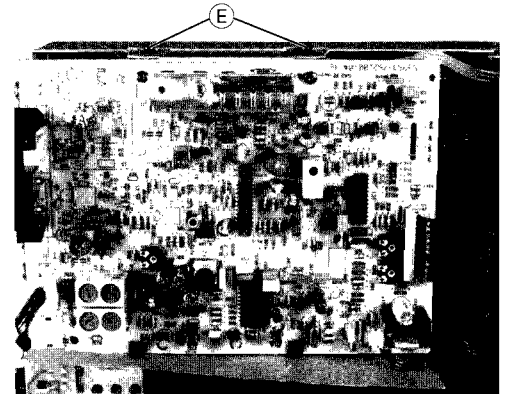

Fig. 3
- Zum Ausbau der Halterung (D) die 2 Schrauben (E) (Fig. 3) herauserschrauben.
- To remove the holder (D) undo 2 screws (E) (Fig. 3).